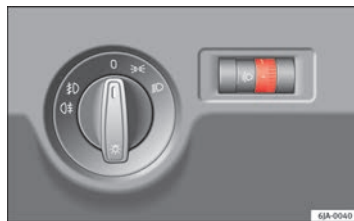

Fig. 57 Painel de instrumentos: regulação do alcance dos faróis
- Rode com o comando ⇒ Fig. 57, até alcançar a regulação desejada das luzes.